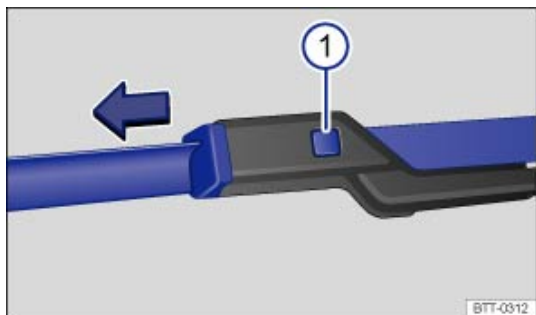

Fig. 204 Remplacement des balais d'essuie-glace avant.
- Maintenez la touche de déverrouillage → Fig. 204 ⓘ enfoncée et retirez simultanément le balai d'essuie-glace dans le sens de la flèche.